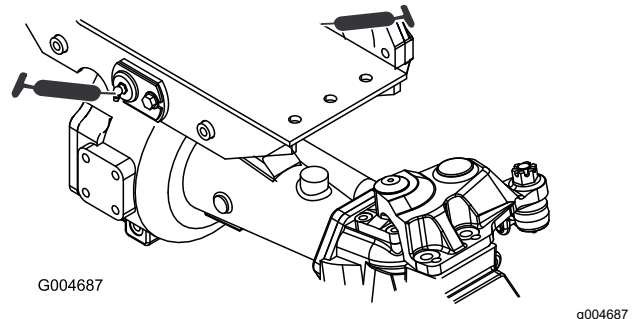

Figura 42
- 2 boccole orientabili dell'assale anteriore e posteriore (**Figura 42**)